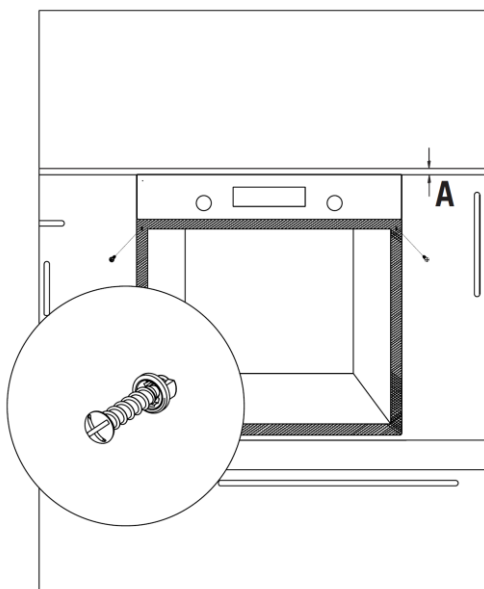

Figura 5
Después de montar el horno, el espacio entre la parte superior del frontal del horno e inferior de la encimera se indica en la **Figura 5** con la letra “A”. Este espacio es para la refrigeración y no se debe tapar o cubrir.
- Para fijar el horno al mueble utilice los tornillos suministrados. Los tornillos deben colocarse tal y como se indica en la **Figura 5**, pasándolos a través de los soportes de plástico fijados en el marco del horno. No apriete los tornillos en exceso ya que podría dañar los soportes de plástico.